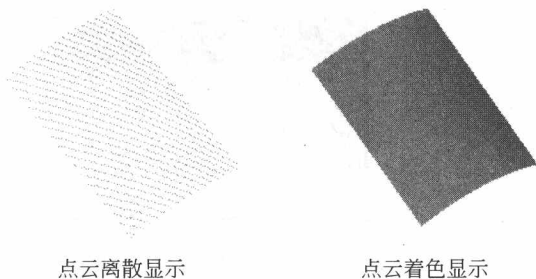

图 1.15
(8) : 点云多边形化(Polygonize Cloud)。把点云用三角面片连接起来,可以使点云以离散、着色等方式显示,便于观察点云的全貌形状。如图1.15所示。